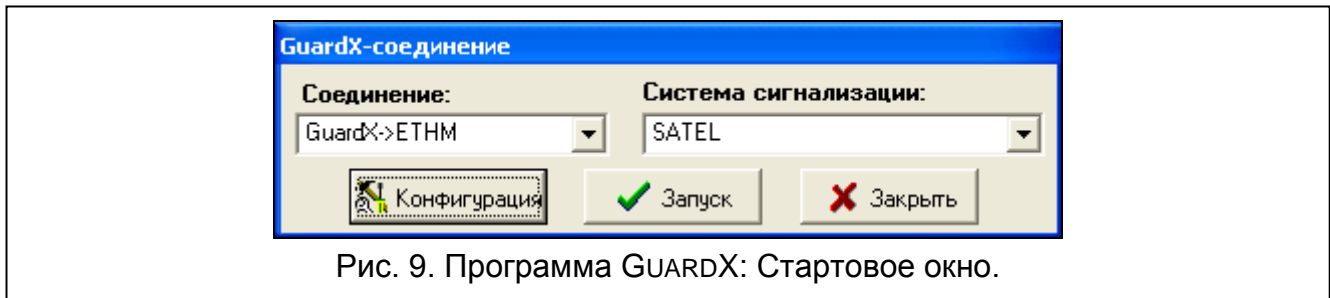
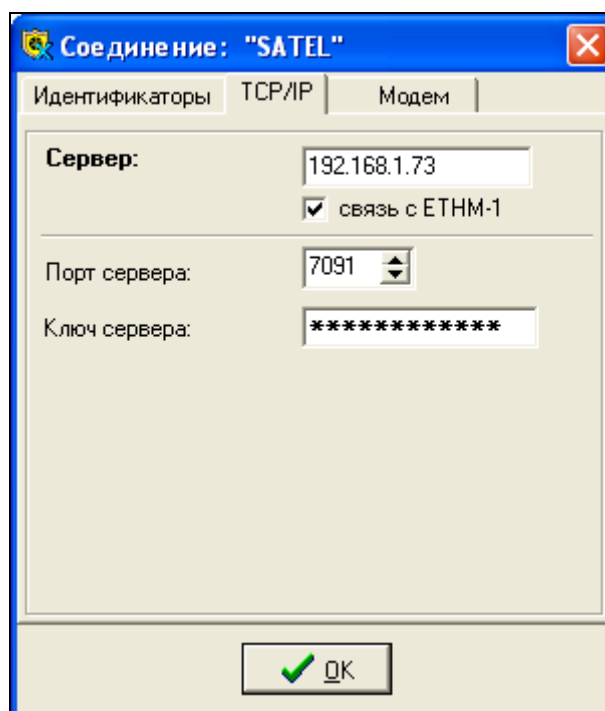

Рис. 9. Программа GUARDX: Стартовое окно.
Рис. 10. Программа GUARDX: настройка связи через сеть Ethernet (TCP/IP).
В стартовом окне программы GUARDX (см.: рис. 9) следует кликнуть по кнопке "Настройка". Откроется окно, в котором, в закладке "TCP/IP" (см.: рис. 10), можно запрограммировать:
1. В стартовом окне, в поле "Соединение", выберите "GuardX -> ETHM" (см.: рис. 9), а затем кликните по кнопке "Пуск".